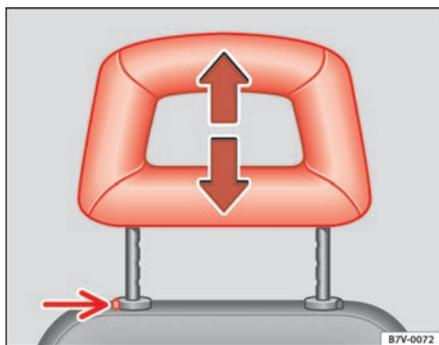

Fig. 85 Ajuste o desmontaje del apoyacabezas
- Tire del apoyacabezas hacia arriba (en dirección de la flecha) o empújelo hacia abajo a la vez que presiona la tecla ⇒ fig. 85 (flecha). Altura correcta ⇒ página 131.
- Pulse la tecla ⇒ fig. 85 -flecha-.
- Baje **completamente** el apoyacabezas a la vez que presiona la tecla ⇒ fig. 85 (flecha).